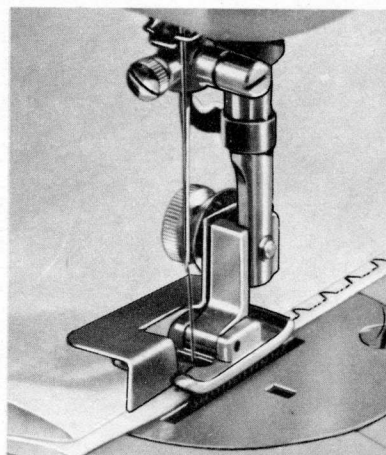

FIG. 89
- 5/A-4 Plier le tissu comme indiqué par la figure 89, régler le bouton rouge aux environs du N° 2 pour reproduire les points comme illustré par la fig. 89.